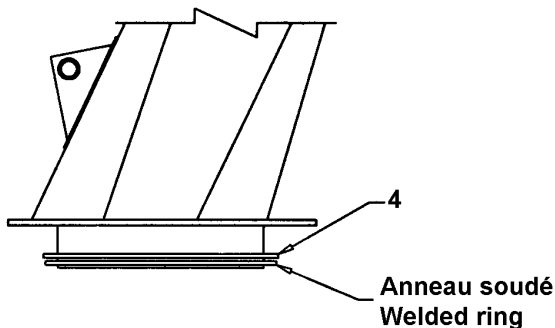

Figure 4a
1. Déposer un coussinet de rotation (item 4) sur le bâti, en prenant soin de positionner le joint du coussinet au centre du support soudé (item 3). Installer le deuxième coussinet tel qu'illustré sur la Figure 4a.
2. Déposer la chute sur le coussinet déjà en place sur le bâti. S'assurer que les joints des coussinets sont au centre du support soudé (item 3) et pousser la chute au fond du support (item 3).
3. Placer le support de chute (item 5) sur le bâti et insérer deux boulons 1/2" x 3 1/4" (item 10) afin de relier les deux supports ensemble. Pousser le support (item 5) jusqu'à ce que vous puissiez le fixer au bâti à l'aide des boulons 5/8" x 1 1/2" (item 6), rondelles plates 11/16" (item 7), rondelles de blocage 5/8" (item 8) et les écrous 5/8" (item 9).
4. Installer les écrous de nylon 1/2" (item 11) de chaque côté et serrer uniformément jusqu'à ce que vous ne puissiez plus tourner la chute à la main. Maintenant, desserrer ces écrous juste assez pour pouvoir tourner la chute. Finalement, serrer fermement les écrous 5/8" (item 9).